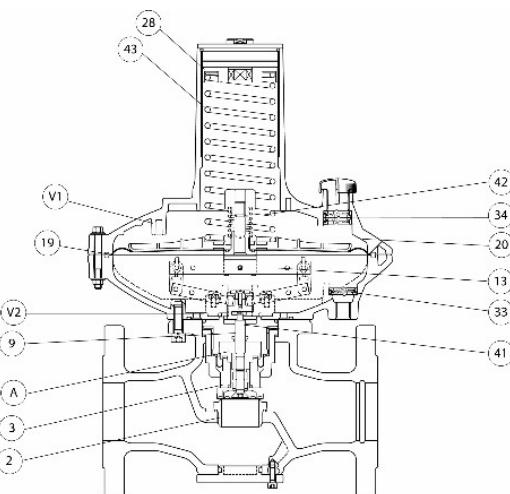

Рис. 1
1.2. ПРИНЦИП ДЕЙСТВИЯ РЕГУЛЯТОРА DIVAL 600 (РИС. 1)
При отсутствии давления и с нагруженной пружиной запорная часть клапана 3 удерживается в положении открытия сцепкой штока 9 со стороны рычажных механизмов 13 (рис. 1).
штока 9 со стороны рычажных механизмов 15 (рис. 1). Выходное давление P_d контролируется посредством сравнения между нагрузкой пружины 43 и толкающим усилием, которое это выходное давление оказывает на мембранны 19.
Регулятор оснащен двумя антипомпажными устройствами 33 и 34 (рис. 1), функция которых состоит в замедлении притока/оттока газа/воздуха в головке в ходе единичных переходных фаз во избежание возможных эффектов колебания регулируемого давления.